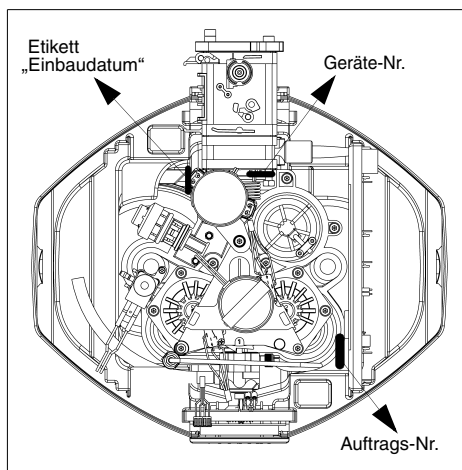

Abb. 12: Geräte- und Auftrags-Nr. sowie Etikett „Einbaudatum“
- Das Einbaudatum auf dem Etikett eintragen (siehe Abb. 12).